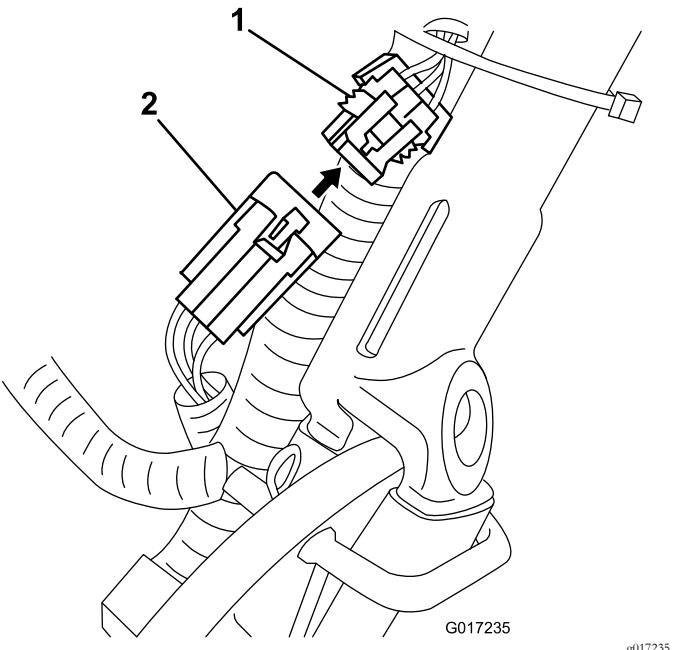

図 16
3. パックについている小さいコネクタがマシンのワイヤハーネスに接続されているので、これをハーネスから外し、メインのワイヤハーネスに接続する図 16。
- バッテリーパックのワイヤハーネスを、メインのワイヤハーネスの下と後ろを通してマシン左側に通し、ハーネスについている小さい6ピンコネクタをメインのワイヤハーネスにある対応コネクタに図16のように接続する。